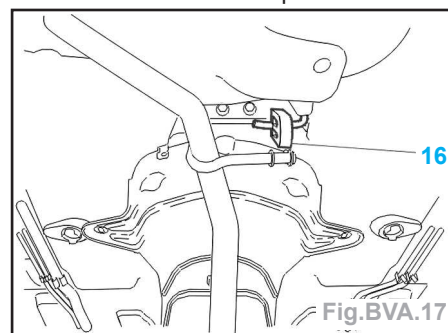

Fig. BVA.17
- Déposer (Fig. BVA.17) :
- le silentbloc d'échappement (16),